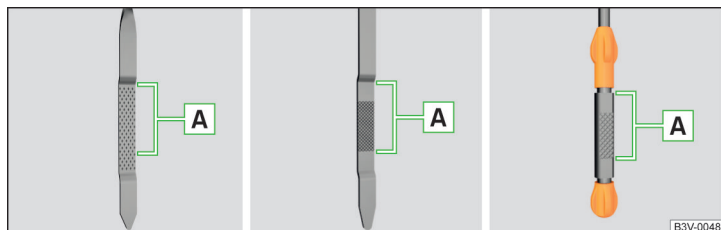

Fig. 327 Variante de joje de ulei
Nivelul de ulei trebuie să se situeze în zona **A** » fig. 327. Dacă nivelul de ulei este sub zona **A**, completați ulei.
- Nivelul uleiului nu trebuie să fie în niciun caz în afara zonei **A** » fig. 327 - în caz contrar există pericolul deteriorării motorului, precum și a instalației de evacuare a gazelor arse.